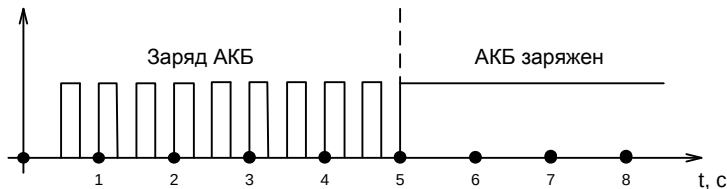

Рис. 9 Индикация заряда АКБ
1. Режим заряда АКБ. В момент заряда АКБ индикатор мигает кратковременной вспышкой один раз в 0,5 секунды. При полном заряде АКБ индикатор включен постоянно (рис. 9).